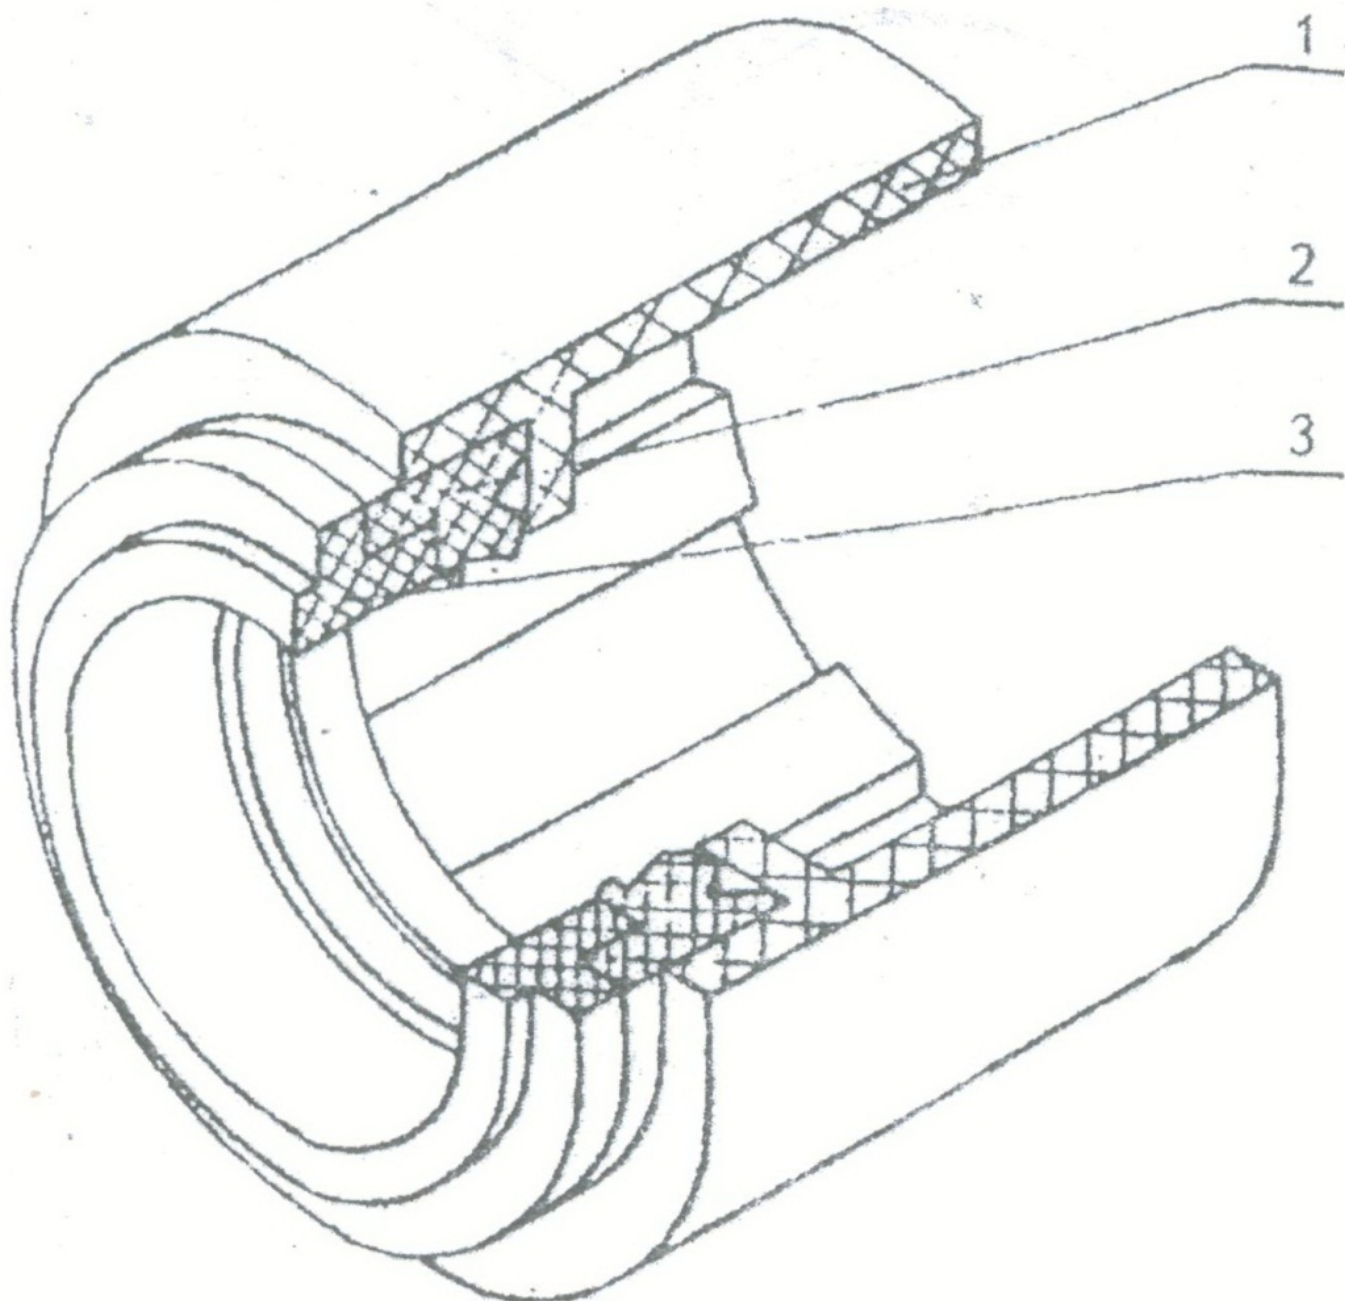

Рис. 4 - Уплотнитель наконечника
- Разобрать уплотнитель, сняв кольцо графитовое³ и манжету² (рис. 4).